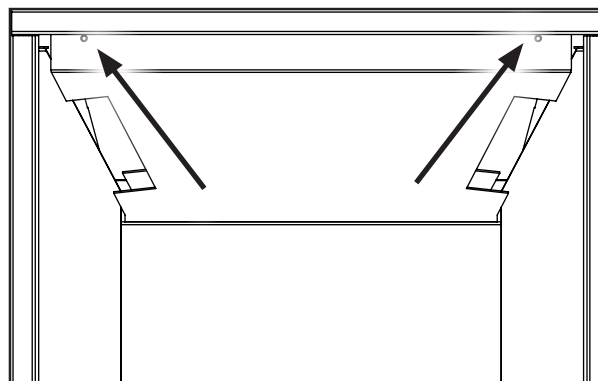

Figure 46 Vis du panneau. Haut.
- 7 Installez les dispositifs de retenue du panneau de brique fournis (voir la figure 46) de chaque côté de la chambre de combustion au-dessus des panneaux de céramique. Assurez-vous que les panneaux sont prune avec l'avant de la chambre de combustion.